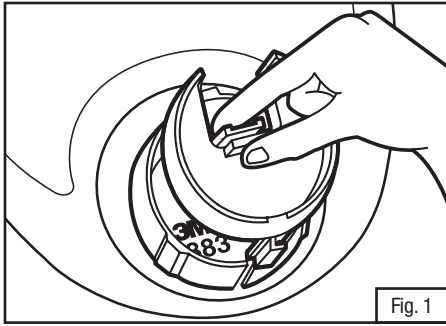

Fig. 1
1. Apriete la lengüeta de seguro en la parte posterior del administrador de aire 6881 y jale hacia atrás para desenganchar de la base de puerto DIN 6883 (Fig. 1).
4. Alinee la lengüeta en el fondo del administrador de aire 6881 con la ranura en el fondo de la base de puerto DIN 6883 (Fig. 1). Deslice hacia adelante y presione la perilla central hasta que la lengüeta de seguro haga un clic en la posición correcta.
1. Sólo ensamblaje de puerto DIN (6884) y adaptador de demanda de presión (6874): Apriete la lengüeta de seguro en la parte posterior del administrador de aire 6881 y jale hacia atrás para desenganchar de la base de puerto DIN 6883 (Fig. 1).